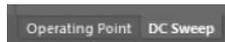

图 3-17 选择 DC Sweep 标签
- (1) 运行 Spice 仿真后,弹出消息对话框,关闭该对话框。
- (2) 自动打开 PCB_Project1.sdf 文件。如图 3-17 所示,在该文件下有两个标签:一个是 Operating Point (操作点);另一个是 DC Sweep (DC 扫描)。单击 DC